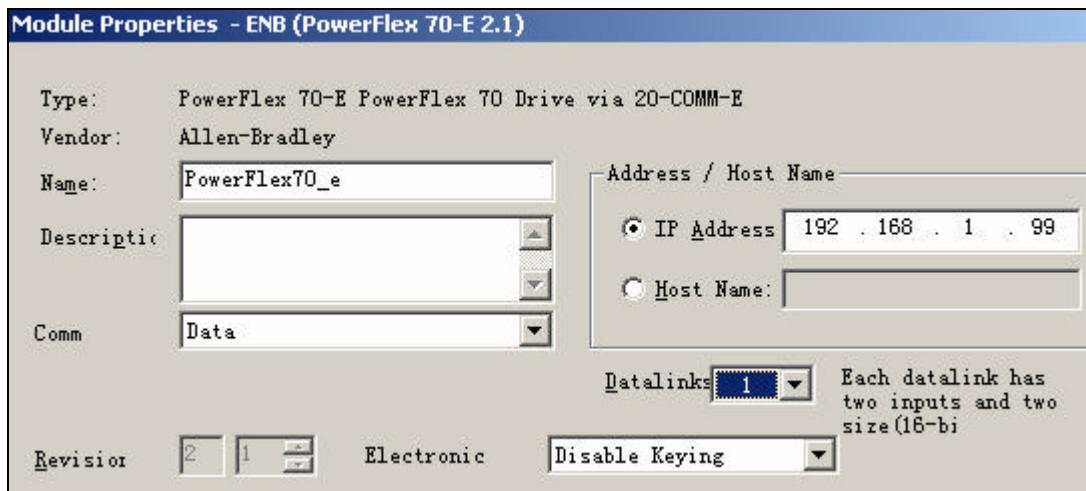

图 4-85 打开 1 个 DataLinks 通道
17. 右击 PowerFlex 70-E PowerFlex70\_e，修改 DataLinks 打开的个数，这里我们设置为 1，如图 4-85 所示。